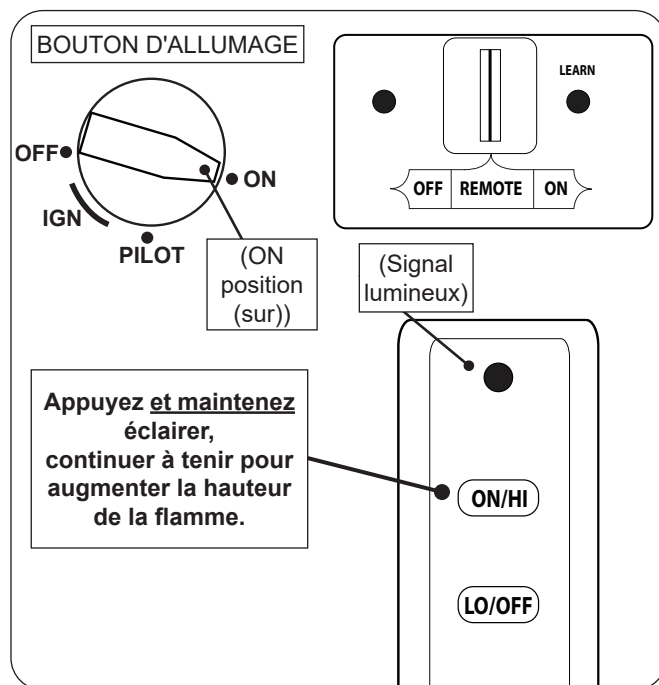

Fig. 52-1 Éclairage à distance
1. Assurez-vous que la veilleuse brûle. Tournez le bouton d'allumage dans le sens antihoraire ↺ sur **ON** (sur) (voir Fig. 52-1).
2. Localisez l'interrupteur à 3 positions sur le récepteur à distance et faites glisser l'interrupteur sur **REMOTE** (télécommande) (voir Fig. 52-1).
3. Localisez la télécommande et maintenez enfoncé le bouton **ON / HI** (sur/ haut) (voir Fig. 52-1). La séquence d'allumage commencera.